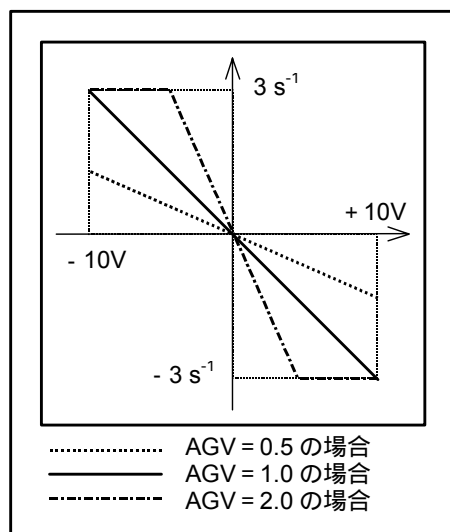

図 6-26：指令電圧と回転速度（AC1）
- ◇ 指令電圧と回転速度の関係は、パラメータ AGV で変更可能です。（図 6-26 参照）